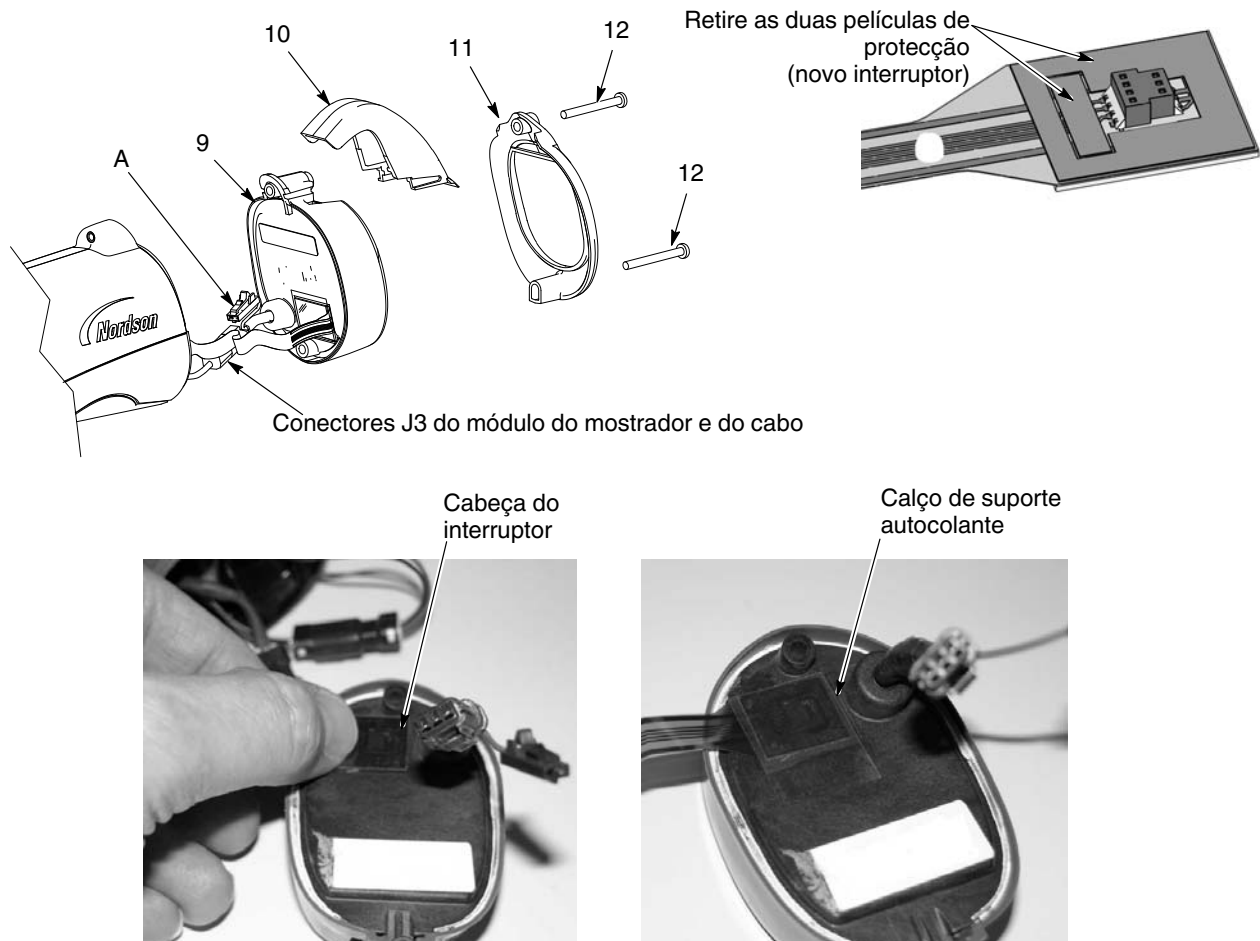

Figura 6-2 Substituição do módulo do mostrador
1. Limpe cuidadosamente a superfície de montagem da cabeça do interruptor do gatilho e a área circundante, no módulo do mostrador (9), com álcool isopropílico. Antes de continuar, aguarde até a superfície ficar completamente seca.
2. Se estiver a montar um novo interruptor do gatilho, remova as duas películas de protecção da parte lateral da ficha da cabeça do interruptor do gatilho, como ilustrado na figura 6-2.
5. Ligue o conector J3 do módulo do mostrador ao conector J3 do cabo. A ficha do fio de ligação à terra (A) não é utilizada para esta versão da pistola.
7. Enfie o gancho (10) no módulo do mostrador e, depois, monte a moldura (11).
8. Instale e aperte os parafusos (12).
- Consulte a figura 6-2. Monte o módulo do mostrador como descrito em *Instalação do módulo do mostrador*, na página 6-2.
- Instale o conjunto do eléctrodo (3) na extremidade do tubo de saída na parte da frente do corpo da pistola. Assegure-se de que o fio do eléctrodo não está curvado nem partido.
- Monte o bico (2) no conjunto do eléctrodo, assegurando-se de que as saliências do conjunto do eléctrodo encaixam nas ranhuras do bico.
- Enfie a porca do bico (1) no bico e rode-a no sentido dos ponteiros do relógio para a fixar.